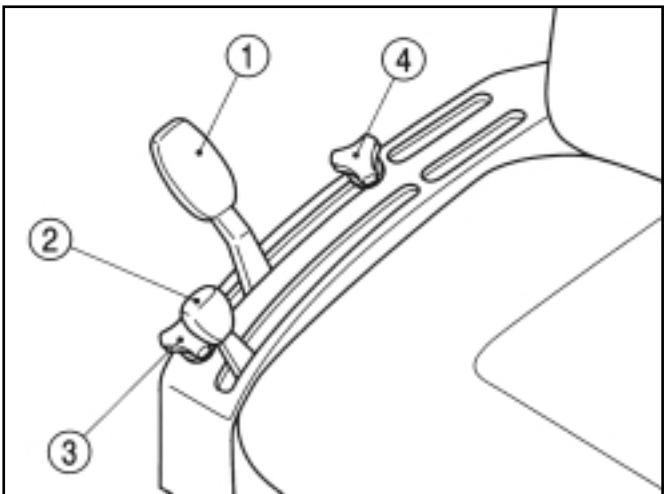

FIG. 62 / ABB. 62 / FIG. 62
Positions de levier - Le levier de commande de traction (2) dans la Fig. 62 (si monté) complètement abaissé (non utilisé). Utilisez le levier de contrôle de position (1) pour ajuster la position de l'attelage et de l'accessoire.
Hebelpositionen - Den Zugregelungshebel (2), falls vorhanden, gemäß Abb. 62 ganz nach vorn schieben -er wird nicht benötigt. Die Position von Hubwerk und Anbaugerät über den Positionshebel (1) einstellen.
Standen van de hendel - De hendel voor de trekkrachtregeling (2) in Fig.62 (als die geplaatst is) dient volledig naar beneden te staan (niet in gebruik). Gebruik de hendel voor de positieregeling om de stand van de hefinrichting en het werktuig in te stellen.
Wanneer u draait - Zet de hendel voor de positieregeling (1) in Fig.62 naar achteren (in de richting van UP) om het werktuig ornhoog te tillen. Nadat u de draai genomen heeft, kunt u de hendel weer in de oorspronkelijke stand brengen.